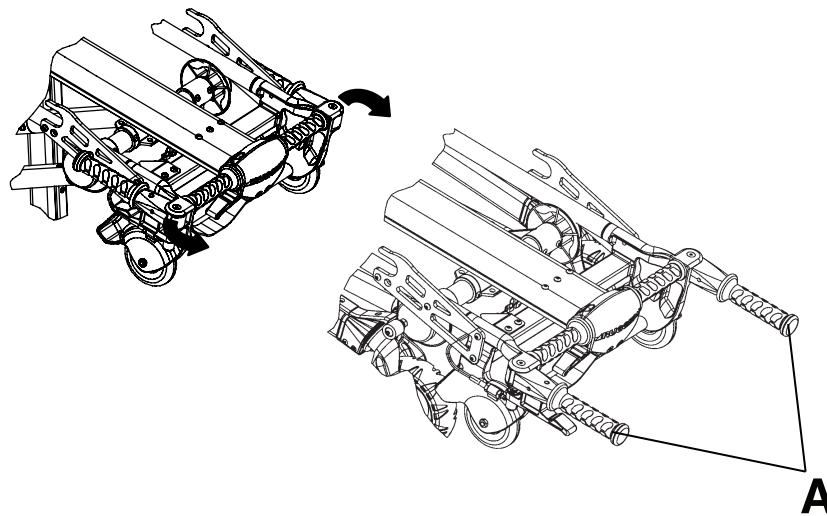

Figura 16 – Posicionamento das pegas de elevação
1. Gire as pegas de elevação retráteis (A) para a posição (Figura 16).